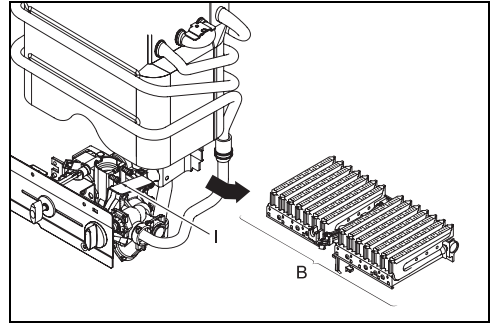

Рис. 3
- Чтобы снять горелку (Рис. 3, [B]), необходимо ослабить два винта (Рис. 3, [I]) и отсоединить горелку от газовой арматуры.